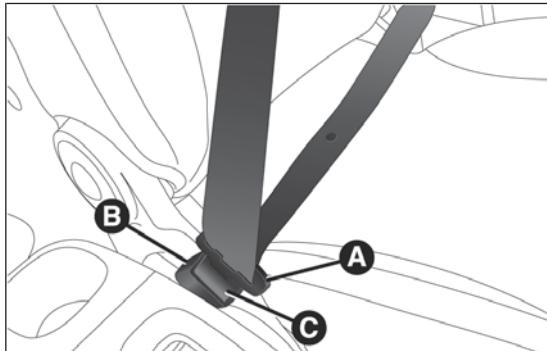

fig. 131
Per allacciare le cinture di sicurezza, impugnare la linguetta di aggancio A fig. 131 ed inserirla nella sede della fibbia B, fino a percepire lo scatto di blocco.
*Non premere il pulsante C fig. 131